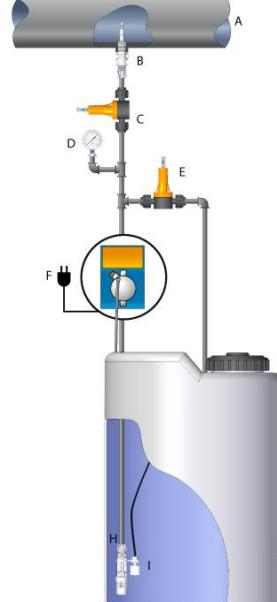

Fig. 6 – Impianto tipico
- Assicurarsi che la stessa sia disattivata elettricamente (entrambe le polarità) staccando i conduttori dai punti di contatto della rete attraverso l'apertura di un interruttore omnipopolare con distanza minima tra i contatti di mm 3 (Fig.6).